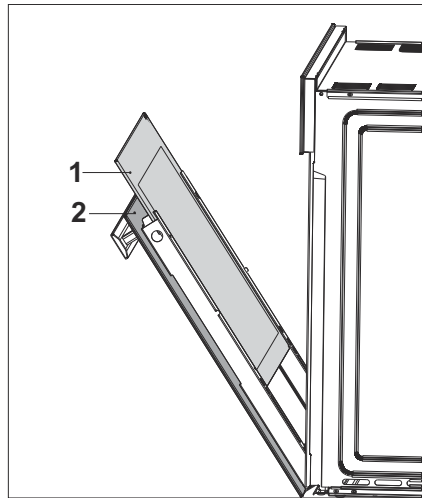

Fig. 31
- Retire el cristal interno del aparato para limpiarlo (Fig. 31).